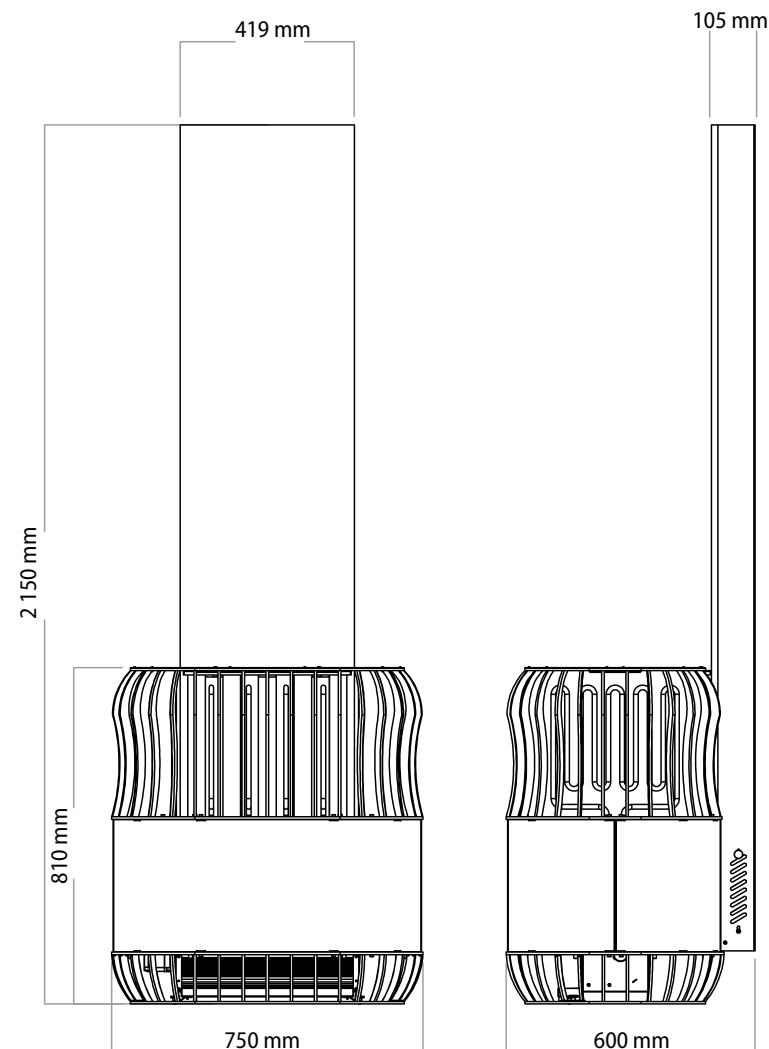

Figure 4
- Les dimensions du pilote sont indiquées dans la Figure 4.